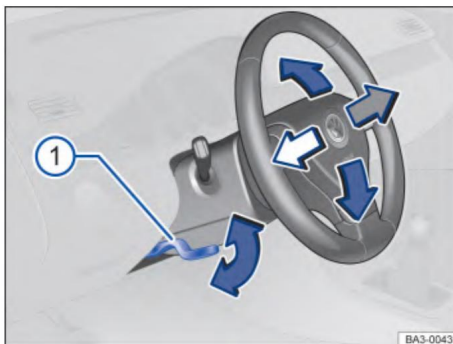

Рис. 70 Облицовка рулевой колонки под рулевым колесом: Джойстик механической регулировки положения рулевого колеса
– Нажмите на ручку вниз Рис. 70 1. –
Неправильная регулировка рулевой колонки и неправильная регулировка рулевого колеса могут привести к серьезным травмам или смерти! • После регулировки рулевой колонки обязательно нажмите на рукоятку Рис. 70 1.